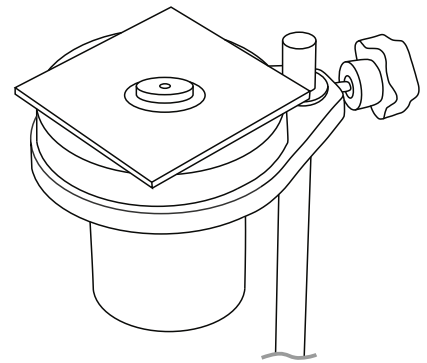

Bild 1
- 1 Befestigen Sie den Becher am Ständera und richten Sie ihn mithilfe der mit dem Ständer gelieferten Glasplatte und Libelle aus (Bild 1).